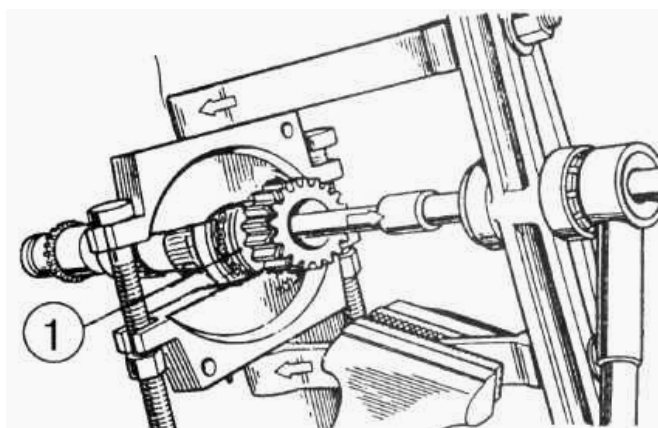

Рисунок 4.43
5.3) спрессуйте подшипник (1) (рисунок 4.43);